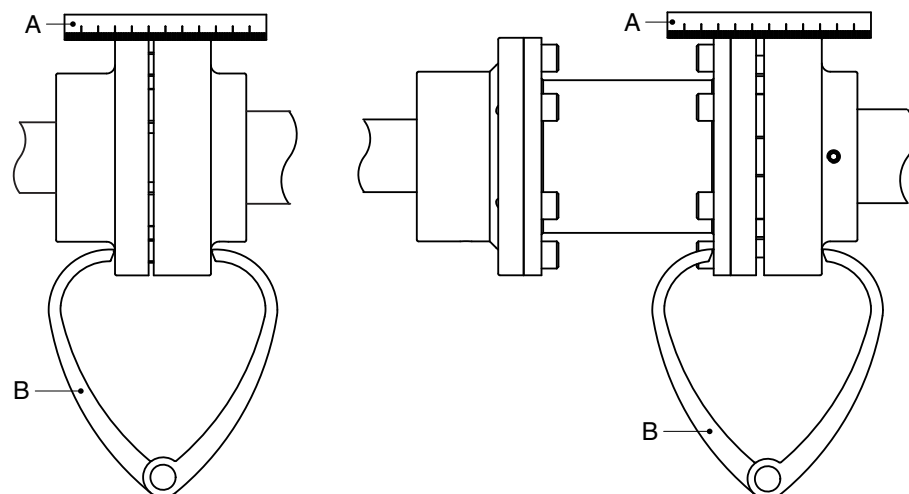

Рисунок 8. Совмещение муфты при помощи линейки и пары кронциркулей
- 1 Поместите линейку (A) на муфту. Вставьте или снимите столько медных шайб, сколько необходимо, чтобы установить электродвигатель на нужную высоту таким образом, чтобы прямая кромка касалась обеих полумуфт по всей длине, см. рисунок 8.
- 3 Еще раз проверьте совмещение при помощи пары кронциркулей (B) в двух диаметрально противоположных точках по бокам полумуфт, см. рисунок 8.